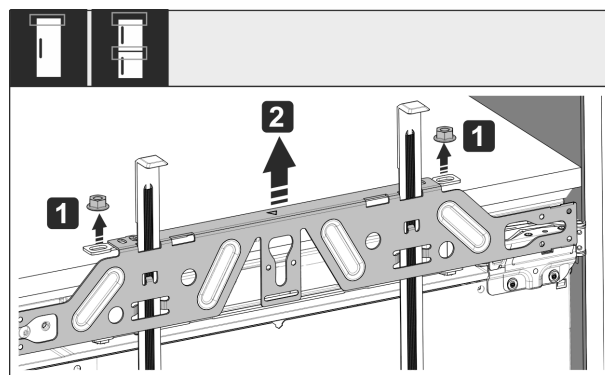

Fig. 47
- Loosen locknuts Fig. 47 (1).
- Remove crosspiece Fig. 47 (2).